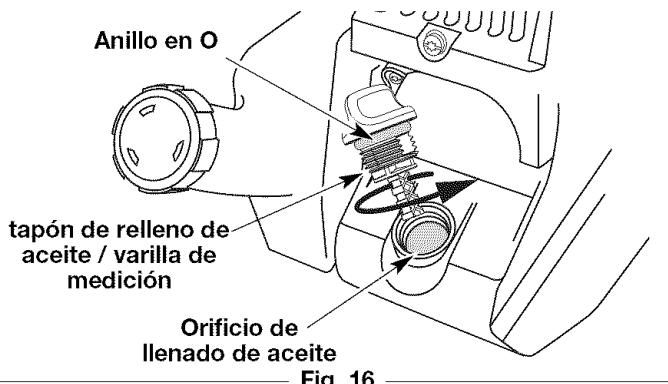

Fig. 16
6. Si el nivel está bajo, agregue una pequeña cantidad de aceite en el orificio de llenado de aceite y vuelva a medir (Fig. 16). Repita hasta que el nivel de aceite llegue hasta la parte superior de la varilla de medición.
NOTA: Verifique que el anillo en O esté en su lugar en el tapón de llenado de aceite / varilla de medición cuando mida y cambie el aceite (Fig. 16).